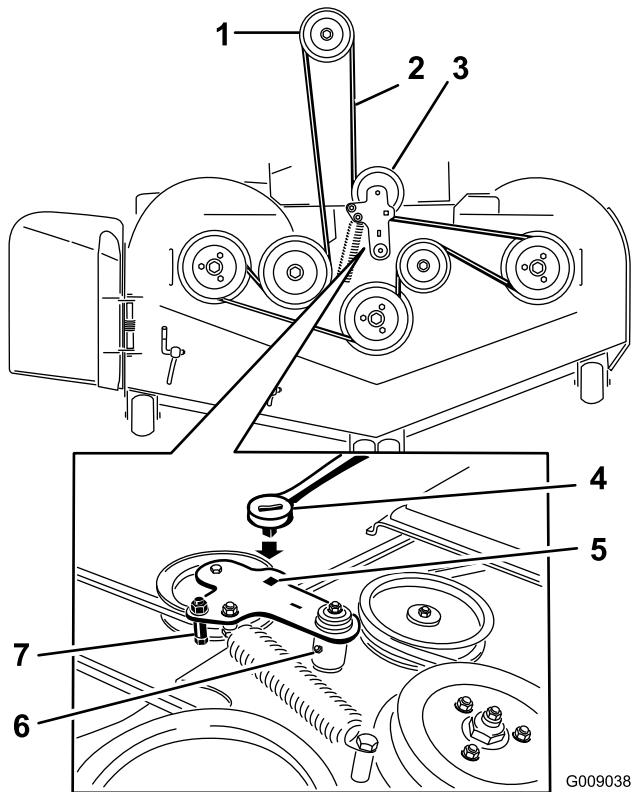

Figura 78
5. Utilice una llave de carraca en el taladro cuadrado del brazo tensor para aliviar la tensión del muelle tensor (Figura 78).
7. Retire la guía de la correa del brazo tensor tensado con muelle según lo ilustrado en Figura 78.
- Pase la correa nueva alrededor de las poleas del cortacésped y de la polea del embrague, debajo del motor (Figura 78).
- Instale la guía de la correa en el brazo tensor según se muestra en Figura 78.
- Utilizando la llave de carraca en el taladro cuadrado, instale el muelle tensor (Figura 78). Asegúrese de que los extremos del muelle están asentados en las ranuras de anclaje.